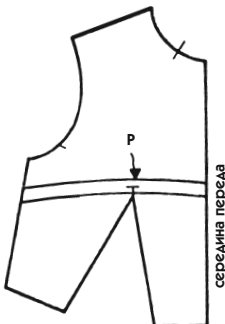

Рис. 506
1. Переведите верхнюю вытачку в вытачку от талии и проведите горизонтально полосу по обе стороны от точки Р (для примера 2 см шириной), как на рис. 506.